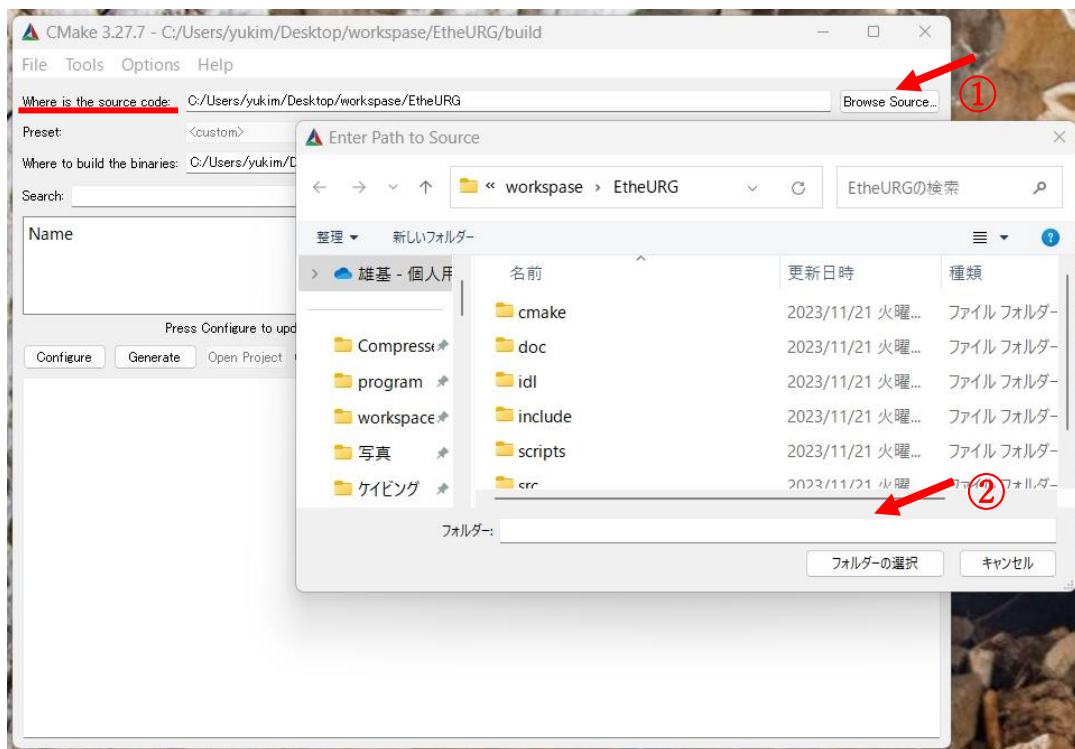

図 10 [Where is the source code]の項目の[Browse Source...]をクリックした状態
- ④ 図 10 のように[Where is the source code]の項目の[Browse Source...]をクリックし, 表示されたウィンドウ上で, 自身の workspace 内の各 RTC のプロジェクトフォルダーを選択し, [フォルダーの選択]をクリックする. ここでは次のディレクトリを開く.